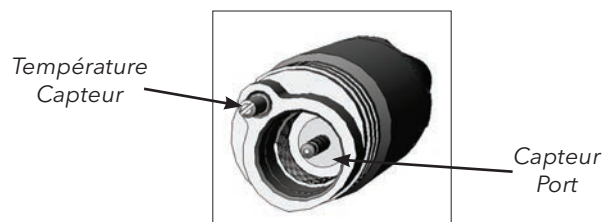

Figure 3.
Le terme « raccord » se rapporte à l'extrémité capteur de l'assemblage sonde/câble où une électrode pour ions spécifiques (EIS pour pH ou rH) est installée (figure 3). Le capteur de température est situé à côté du port de capteur du raccord et ne peut pas être remplacé.
1. Localisez le port de capteur sur le câble 60510, voir figure 3.